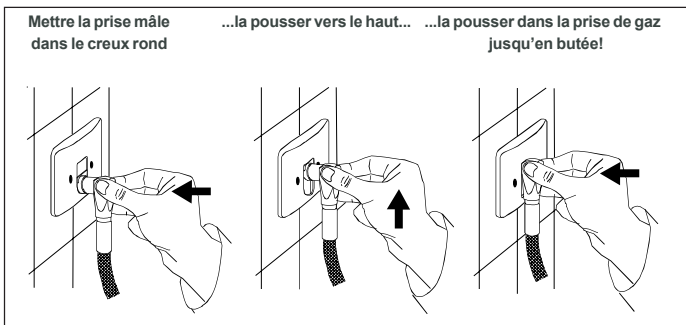

Fig. 1
- Protéger la PLUG1 des efforts mécaniques. L'emploi doit se faire sans violence, conformément à la fig. 1.